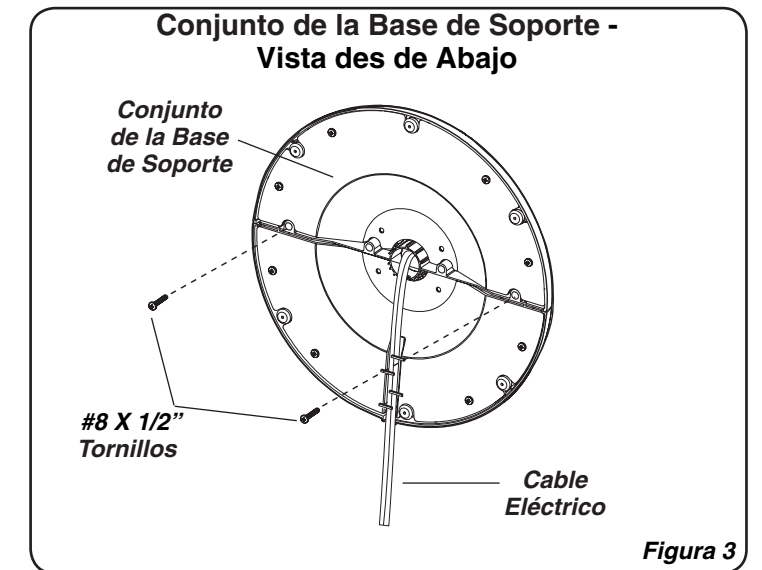

Figura 3
5. Fije los **Tornillos (2) #8 X 1/2"** en los cuatro orificios que se encuentran en la parte inferior de la base. (Figura 3)